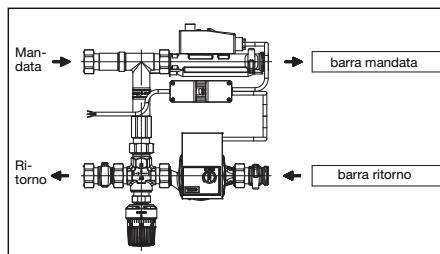

Fig. 6.2 Direzione del flusso
- Il ritorno al Gruppo di regolazione si trova sempre **sotto**. Ciò deve essere assolutamente considerato in caso di montaggio del collettore (Vedi Fig. 6.2)!